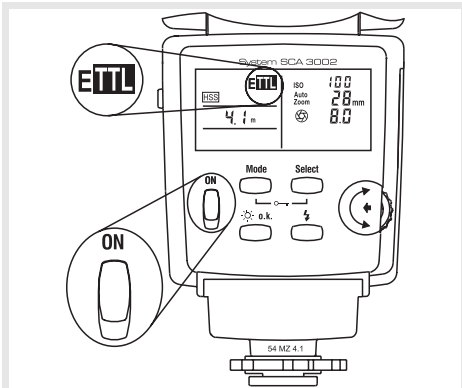

Bild 4a / Fig. 4a / Afb. 4a
- E-TTL-HSS-Blitzbetrieb; Kurzzeitsynchronisation (nur mit SCA 3102 und einer geeigneten Canon-Kamera, siehe Bedienungsanleitung des SCA-Adapters und der Kamera, Bild 4a)